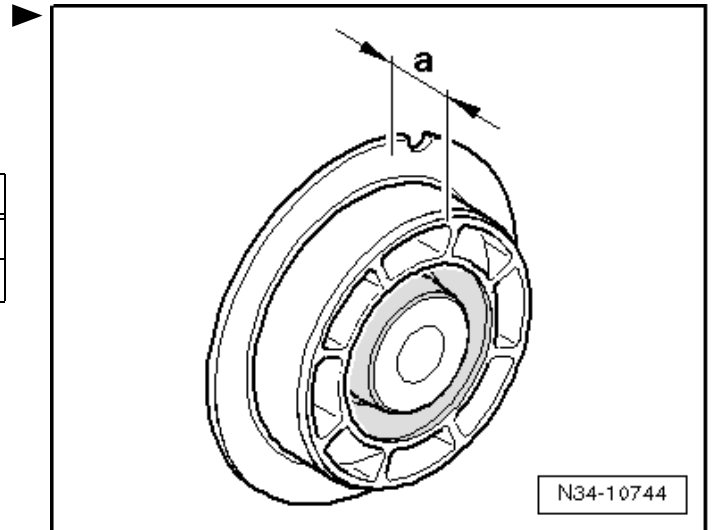

Abb. 9: Einbaulage der Gummimetalllager „hinten oben“ und „vorn unten“. Montage der Anschlagscheibe -B-
- ☐ auf die Gummimetalllager Pos. 2 montieren ⇒ Abb. 9 in **39-4** Seite 9
- ☐ Einbaulage ⇒ Abb. 9 in **39-4** Seite 9
- ☐ auf das Gummimetalllager Pos. 5 montieren ⇒ Abb. 9 in **39-4** Seite 9